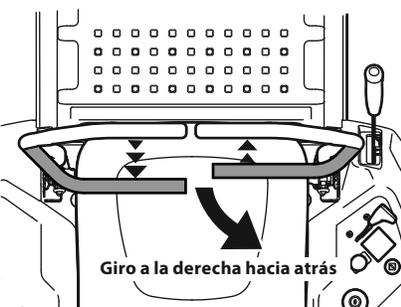

Figura 25
2. Para girar a la derecha mientras se desplaza marcha atrás, mueva la palanca de control del lado derecho hacia adelante respecto de la palanca de control de la transmisión izquierda. Consulte la Figura 25.